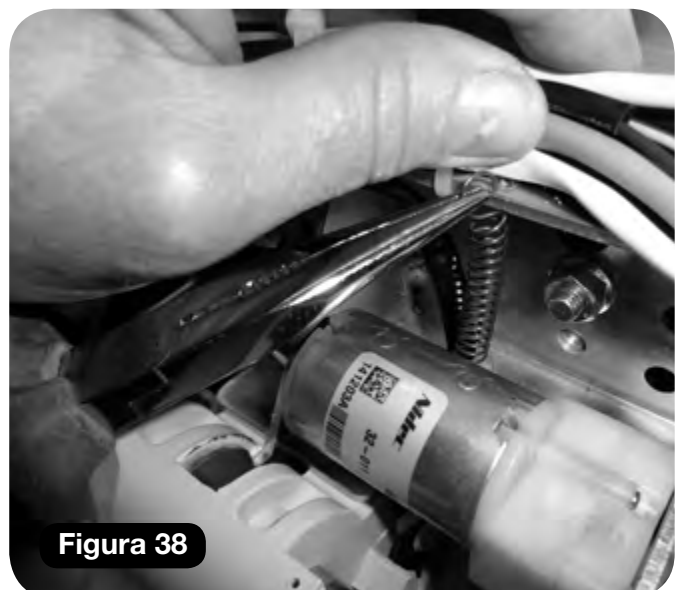

Figura 38
- d Acople el muelle al soporte del chasis principal (**Figura 38**).